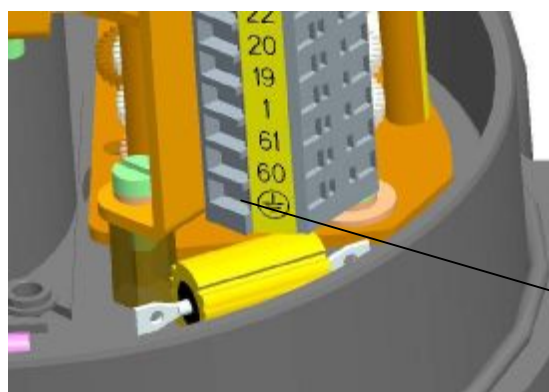

Рис.1d
- ради безопасного применения ЭП необходимо присоединить внешний и внутренний зажим. Установка внешнего и внутреннего заземляющего зажима изображена на Рис.1с и Рис.1d. Для запрессовки провода в внешний заземляющий зажим необходимо использовать проволочные клещи HP3(fy SEMBRE).